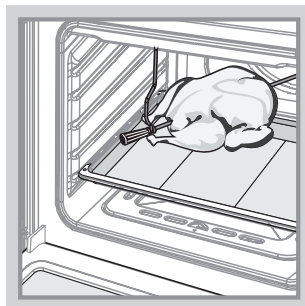

Рис. 12
- Насадите на штык кусок мяса или тушку птицы и закрепите его вилками посредством крепежных винтов. Закрепленный на штыке кусок мяса должен находиться точно под грилем (рис. 12).
Описание установки и сборки шашлычницы (рис. 12)